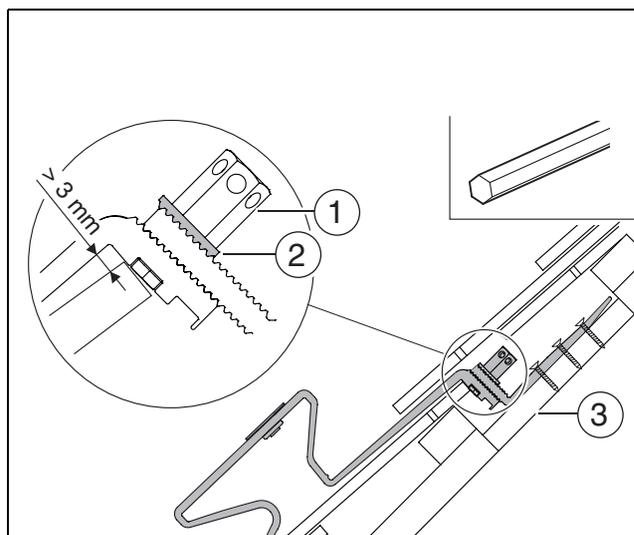

Fig. 24
- ▶ Se necessario, fissare sul travetto inclinato assi/tavole sufficientemente portanti (→ fig. 24 [3]). Se necessario, rimuovere da questa zona il controlistello.